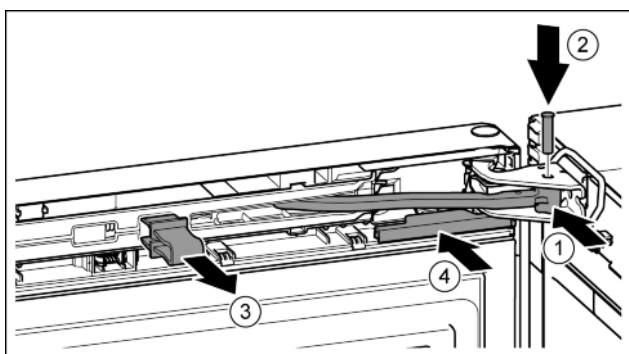

Fig. 25
- ▶ Повернуть шарнир в опорном кронштейне. Fig. 25 (1)
- ▶ Вставить палец в опорный кронштейн и шарнир. При этом следить за тем, чтобы выступ фиксатора занимал правильное положение в пазу. Fig. 25 (2)
- ▶ Снять предохранитель. Fig. 25 (3)
- ▶ Надвинуть крышку. Fig. 25 (4)